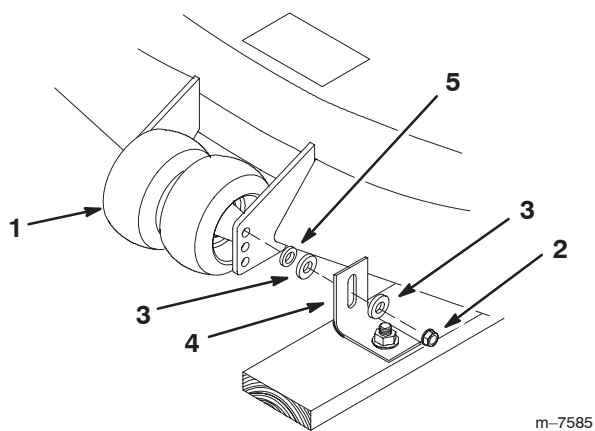

Figure 2
1. Déposez l'écrou des roues de jauge centrales, les 2 grandes rondelles, le support en équerre et 1 petite rondelle (Fig. 2). Débarrassez-vous des 2 grandes rondelles et de l'équerre.